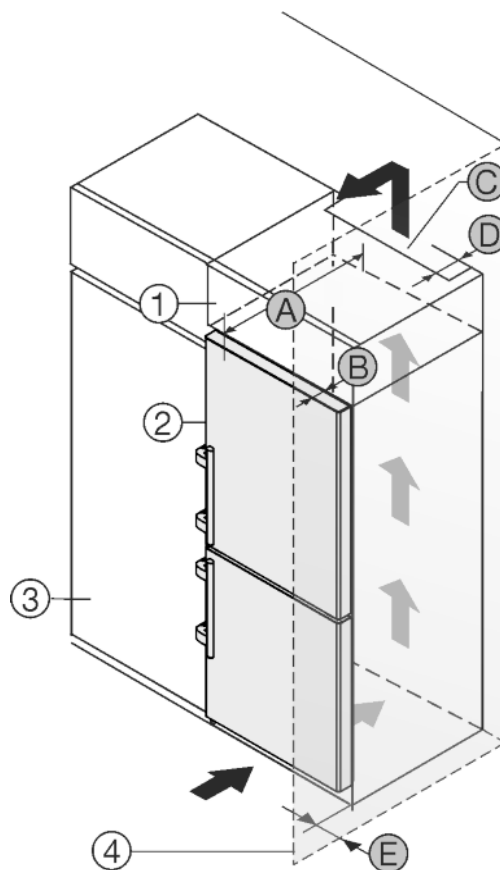

Fig. 50
Urządzenie może zostać obudowane szafkami kuchennymi. Aby dopasować urządzenie Fig. 50 (2) do wysokości ciągu szafek kuchennych, można nad urządzeniem umieścić szafkę nasadzaną Fig. 50 (1).
Urządzenie można ustawić bezpośrednio obok szafki kuchennej Fig. 50 (3). By móc całkowicie otworzyć drzwi, urządzenie musi wystawać przynajmniej o głębokość Fig. 50 (B) za front szafki kuchennej. W zależności od głębokości szafek kuchennych oraz od zastosowania elementów dystansowych urządzenie może wystawać jeszcze bardziej.
- Na tylnej ścianie szafki nasadzonej wymagany jest wywiewny kanał wentylacyjny o głębokości Fig. 50 (D) na całej szerokości szafki.
- Pod sufitem pomieszczenia należy zachować przekrój odpowietrzający Fig. 50 (C).
Jeżeli urządzenie będzie ustawiane z zawiasami do ściany Fig. 50 (4), to pomiędzy urządzeniem i ścianą należy zachować odstęp Fig. 50 (E). Na taką odległość wystaje klamka przy otwartych drzwiach.